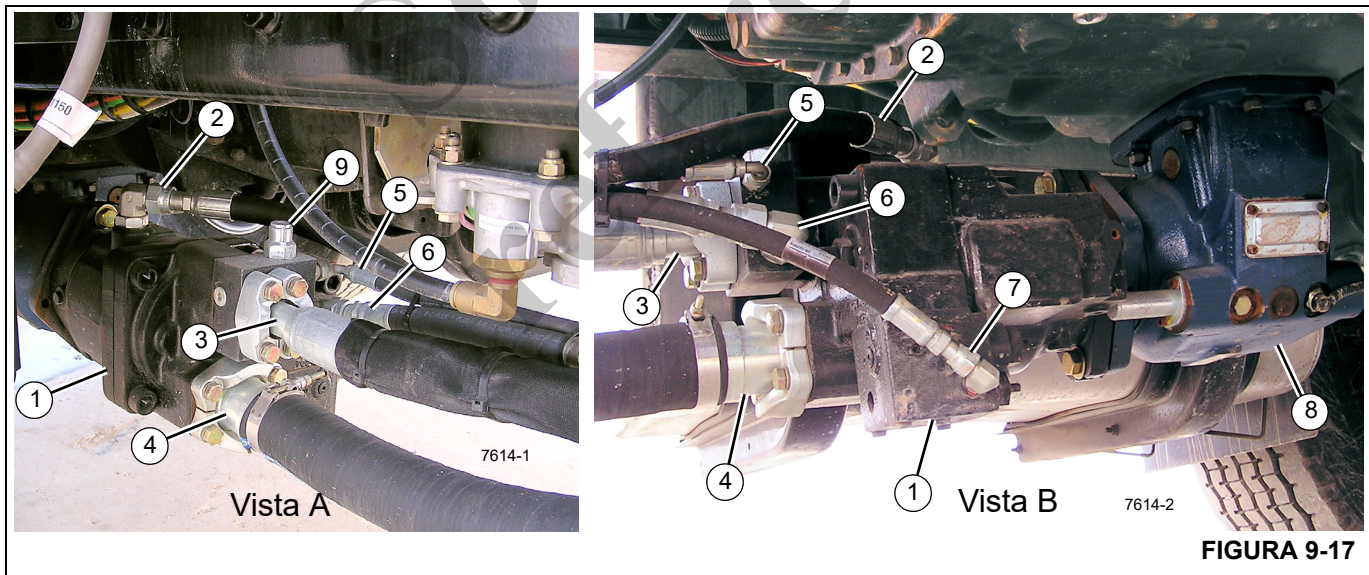

FIGURA 9-17
Vea la Figura 9-17 para los pasos siguientes.
La presión del sistema hidráulico es suministrada por una bomba hidráulica (1, Figura 9-17) que se monta en la toma de fuerza (TDF) (8) del camión.
10. Si se utiliza la configuración que se ilustra en la Figura 9-17, asegúrese de poner la lumbrera de vaciado de la caja (2) en el punto más alto sobre el nivel del suelo.
14. Quite las tapas contra polvo de las lumbreras de entrada y de salida de la bomba hidráulica e instale los adaptadores y líneas hidráulicas, como se ilustra en la Figura 9-17.
NOTA: La Figura 9-17, vista A, muestra el lado izquierdo (conductor) de la instalación de la bomba hidráulica y la vista B muestra el lado derecho (pasajero) de la instalación de la bomba hidráulica.